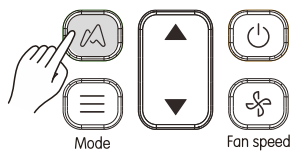

Fig. 3.15
- 1) Premere  (vedere Fig. 3.15) per comandare all'unità l'attivazione della funzione ETA. Si accenderà quindi  sul display.